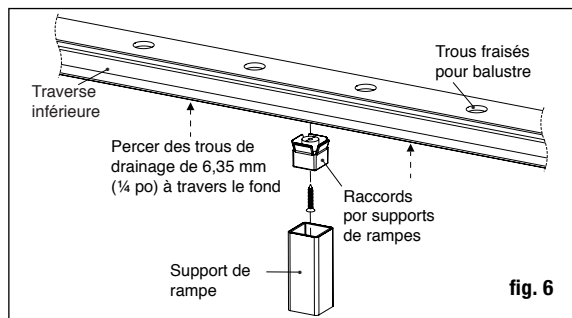

fig. 6
**Étape 7** Trouvez le centre de la base de la traverse du bas et fixez le raccord de balustre inclus avec le support de traverse, en utilisant la vis fournie. Vérifiez les exigences du code de la construction quant à l'espacement maximum entre la surface de la terrasse et le bas de la traverse (balayage); nous recommandons 7,6 cm (3 po), mais peut être moindre si désiré. Si nécessaire, coupez le support de traverse à la hauteur désirée (fig. 6). **Percer deux trous de drainage de 6,35 mm (1/4 po) à travers le fond de la traverse pour éviter que l'eau ne soit coincée. Centrer les trous de drainage entre les deux emplacements de balustres car le balustre peut bloquer le passage et empêcher l'eau de se drainer correctement.**